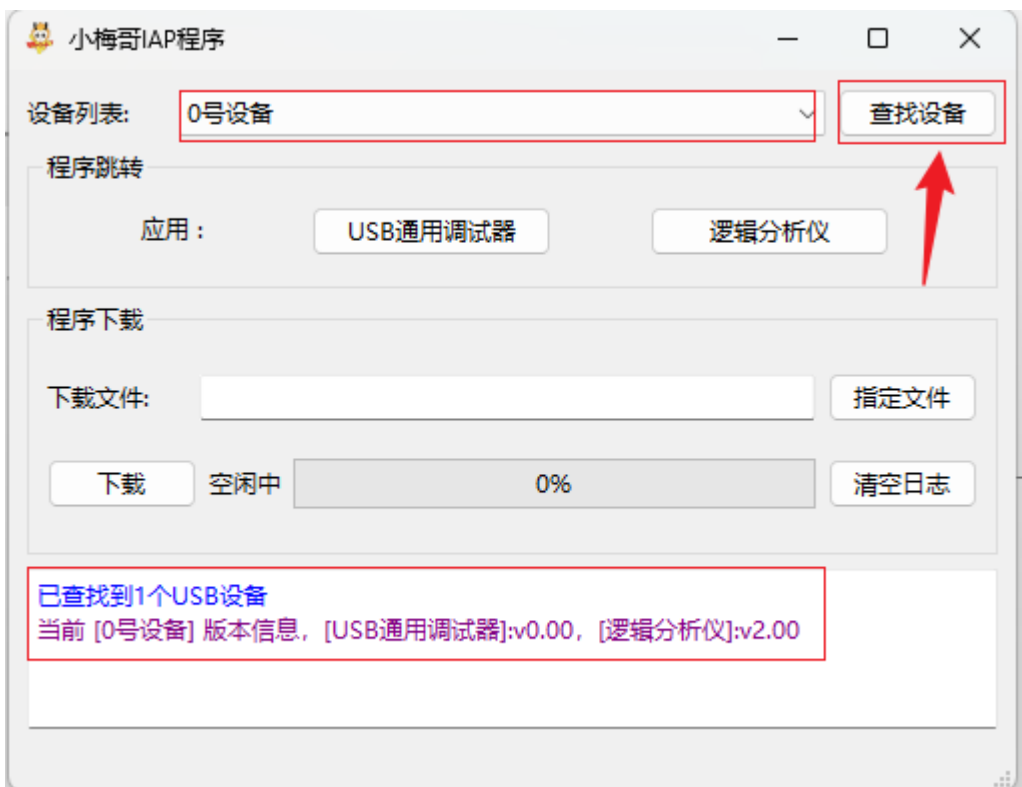

图 0-3
2. 点击【查找设备】按钮，设备列表会显示设备的信息，并打印当前版本的信息，如下图 0-3 所示。